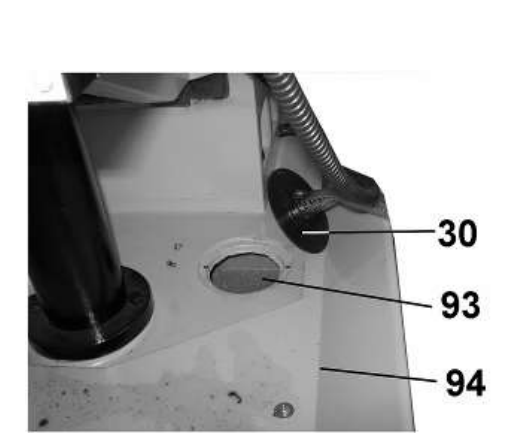

Рис. 29
9.6.21. С завода-изготовителя станок поставляется без СОЖ – приобретается отдельно. Для заправки станка СОЖ необходимо в поддоне (94) выкрутить два винта крепления штуцера (30), через заливное отверстие (93) наполнить полость (объём) для хранения СОЖ, Рис.29.